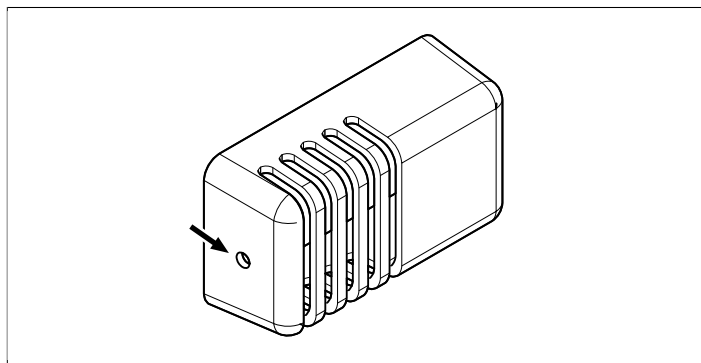

Рисунок 23: Восстановление температурной защиты на датчике
- Датчик температурной защиты предназначен для предотвращения перегрева древесины в сауне. Если температурная защита в датчике срабатывает, нарушается питание устройства. Работа устройства восстанавливается при понижении температуры в сауне. Прежде чем понизить температуру, следует выяснить причины перегрева. Сброс осуществляется нажатием, например, скрепкой на пружинную кнопку (см. **Рисунок 23**, страница 14).